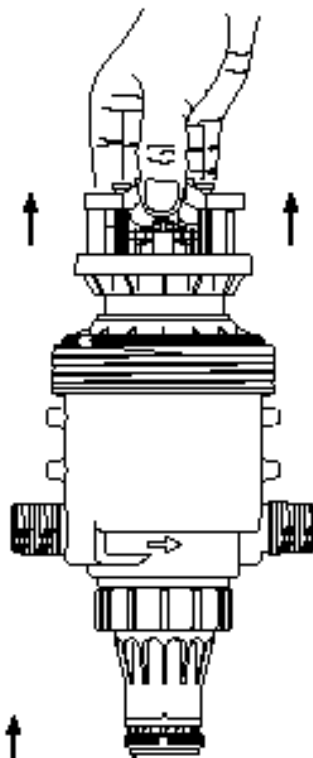

Abb. 7
- Den Motorkolben herausnehmen (**Abb. 7**).